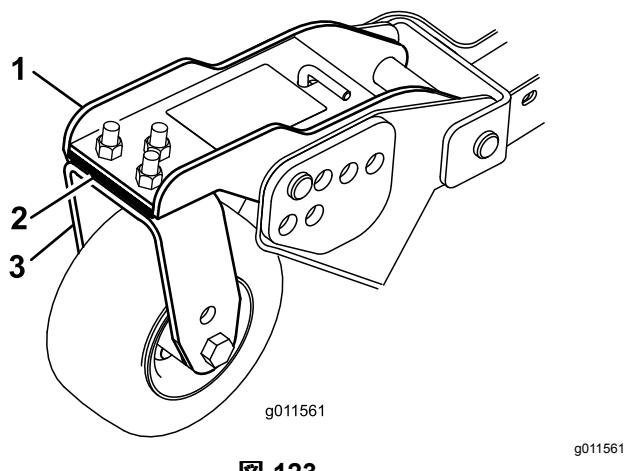

図 123
- キャスタアームをキャスタフォークに固定しているキャップスクリュとナットを外す図 123。